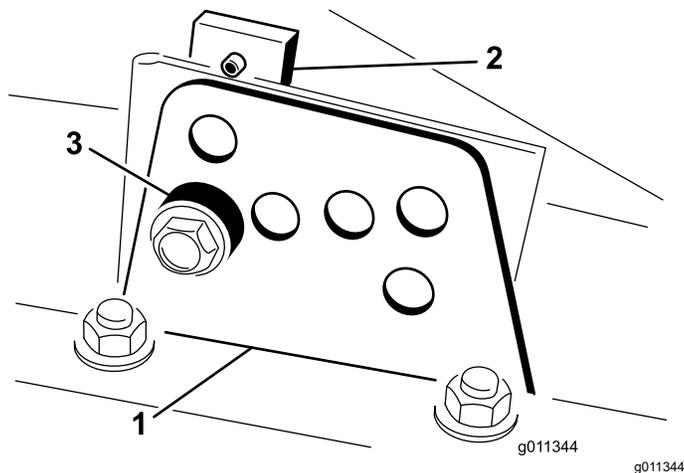

Figura 3
2. Allentate il bullone che fissa ogni staffa dell'altezza di taglio alla relativa piastra (lati anteriore e laterali) (Figura 3).
4. Supportate l'alloggiamento e togliete il distanziale (Figura 3).